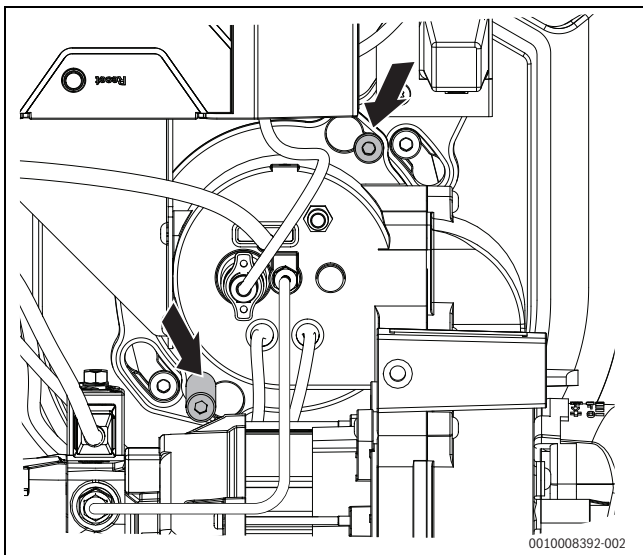

Bild 34 Schrauben der Bajonettbefestigung lösen
- ▶ Die beiden Schrauben der Bajonettbefestigung lösen (→Bild 34, Pfeile).
- ▶ Linksdrehung bis zum Anschlag und die Befestigungsschrauben (→ Bild 34, Pfeile, Seite 24) wieder anziehen.